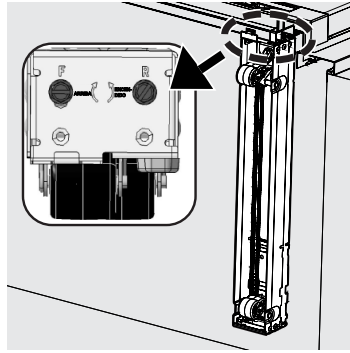

Fig. 3
3. a. Coloque el primer conjunto nivelador en un refrigerador/congelador (Fig. 3).